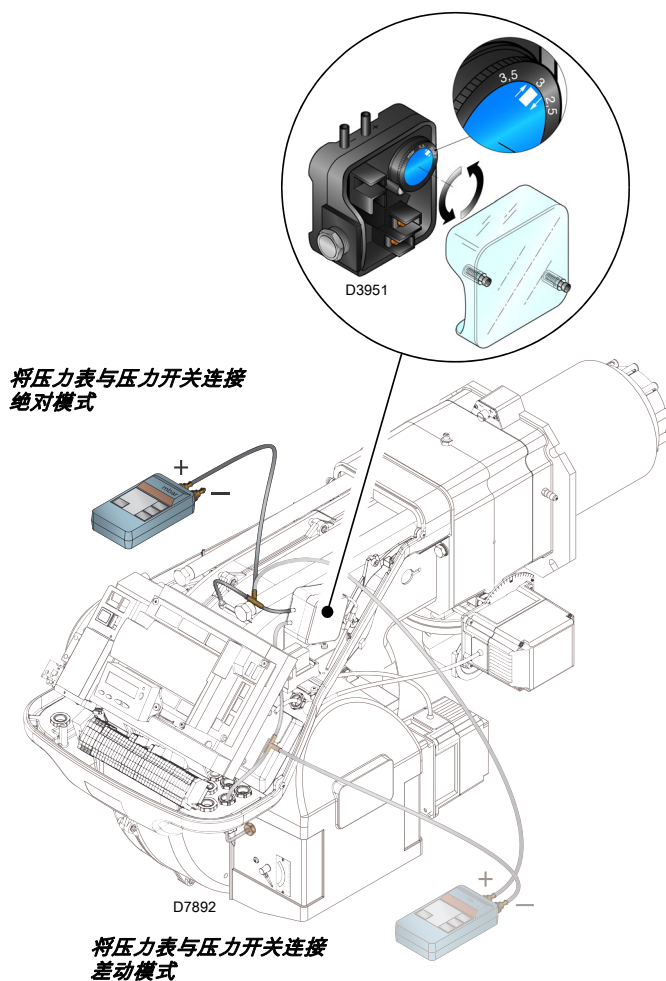

图 29
- ▶ 调节最小燃气压力开关 (图 29 页 35) 至量程的起始位置。
燃烧器各部分调节时，风压开关置于量程开始位置，上述所有调整结束后，再调节风压开关（图 29）。
压力计的连接如图 29 所示。
在此情况下，压力计必须以差分模式连接，如图 29 所示。